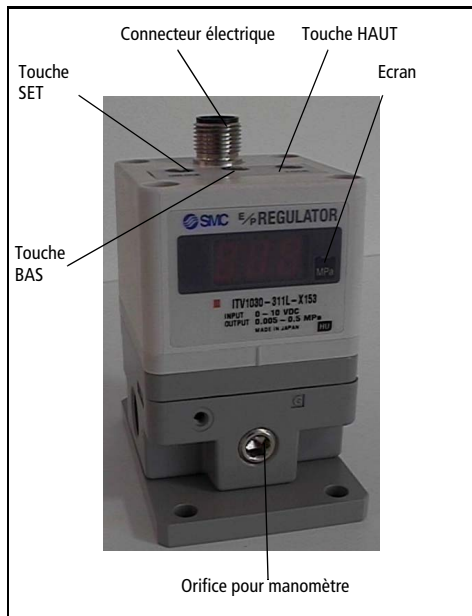

Fig 1
- Pour régler la pression mini (L'écran affiche F-1), utilisez les touches Haut/Bas (Fig 1). Pressez la touche SET (Fig 1) pour valider le réglage.
- Pour régler la pression maxi (L'écran affiche F-2), utilisez les touches Haut/Bas (Fig 1). Pressez la touche SET (Fig 1) pour valider le réglage.
- Pour régler la sortie 1 (L'écran affiche P 1), utilisez les touches Haut/Bas (Fig 1). Pressez la touche SET (Fig 1) pour valider le réglage.
- Pour régler la sortie 2 (L'écran affiche P-2), utilisez les touches Haut/Bas (Fig 1). Pressez la touche SET (Fig 1) pour valider le réglage.
Les touches sont bloquées après avoir connecté la source de courant, et ne peuvent pas être utilisées. L'écran affiche 'Loc' (Fig 1) en pressant les touches.
- 1) Pressez 'Bas' (Fig 1) durant plus de 2 secondes.
- 3) Pressez la touche 'set' (Fig 1) pour débloquer les touches.
Note: Pour annuler, pressez la touche 'Haut' (Fig 1).
- 1) Pressez 'Haut' (Fig 1) durant plus de 2 secondes.
- 3) Pressez la touche 'Set' (Fig 1) pour bloquer les touches.
Note: Pour annuler, pressez la touche 'Bas' (Fig 1).
Si une anomalie est détectée par l'ITV1000, l'écran (Fig 1) affiche 'Er' + un numéro de code. Isoler l'alimentation, résolvez le problème et remettez sous tension.
Pressez les touches Bas et Haut (Fig 1) ensemble durant plus de 3 secondes. L'écran affiche 'RES'. Débloquez les touches pour remettre les pressions mini, maxi et les sorties P1 et P2 aux conditions initiales.
Note: Si le courant de charge excède 30 mA, le capteur l'indique à l'aide de l'écran (Fig 1) et il affiche 'Er 5'